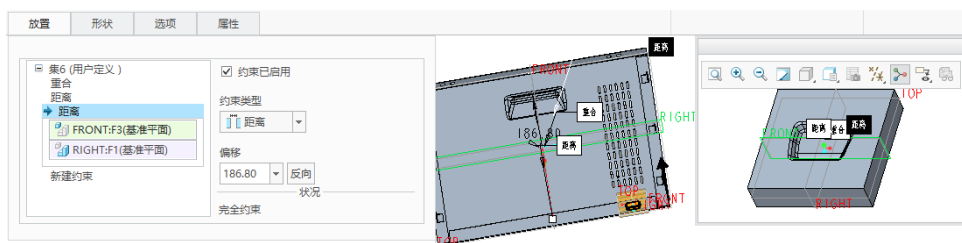

图 6-51 元件放置预览
(6) 在“放置”面板中,单击“新建约束”,从“约束类型”下拉列表框中选择“距离”约束类型,在参考模型中选择 FRONT 基准平面,在侧板中选择 RIGHT 基准平面,接着单击“反向”按钮,并在“偏移”框中输入“186.8”,如图 6-51 所示。